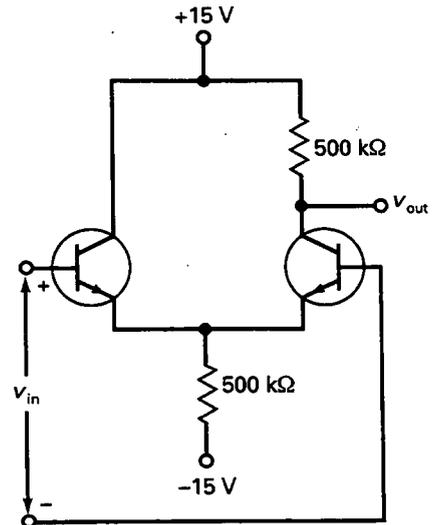

Figura 17-37
- 17-10. ¿Cuál es la ganancia de tensión en modo común de la Figura 17-37? Si existe una tensión en modo común de $20 \text{ }\mu\text{V}$ en ambas bases, ¿cuál es la tensión de salida en modo común?
- 17-11. En la Figura 17-37, $v_{in} = 2 \text{ mV}$ y $v_{in(CM)} = 5 \text{ mV}$. ¿Cuál es la tensión alterna de salida?
- 17-13. Si las fuentes de alimentación se reducen a $+10 \text{ V}$ y -10 V , ¿cuál es la $CMRR$ de la Figura 17-37? Exprese la respuesta en decibelios.